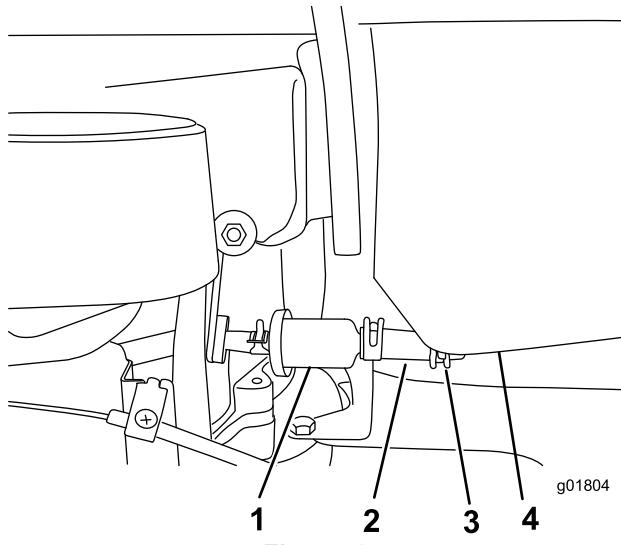

Figura 6
- Clip de plástico del depósito de combustible (2)
- Coloque la abrazadera sobre el tubo de combustible del filtro de combustible (Figura 6).
4. Deslice el extremo del tubo de combustible sobre el acoplamiento del depósito de combustible (Figura 6).
5. Sujete el tubo de combustible al depósito de combustible con la abrazadera (Figura 6).